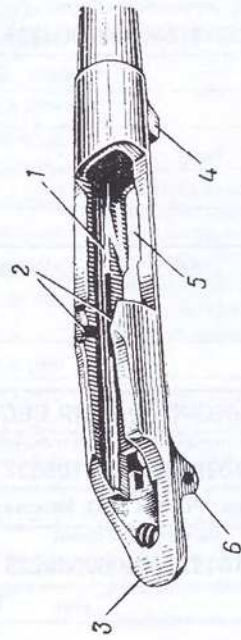

Рис. 14. Ствольная коробка:
31. Ствольная коробка (рис. 14) служит для помещения затвора. К ней прикреплены: отсечка-отражатель, магазинная коробка с подающим механизмом и спусковой механизм.